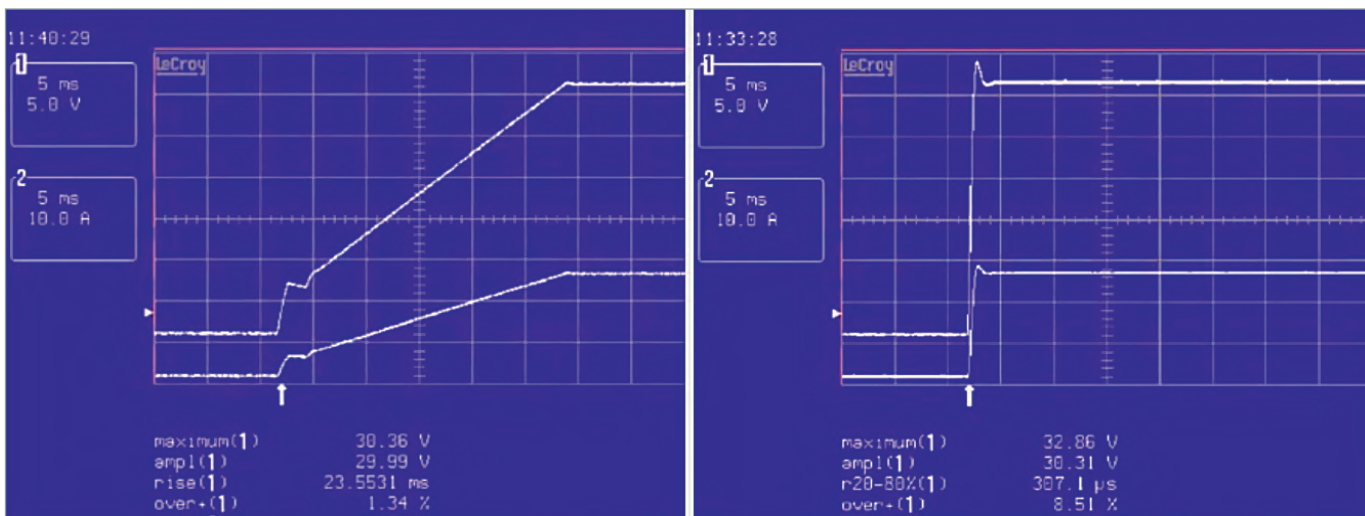

Рис. 19. Иллюстрация действия опции High Speed: слева – опция отключена, справа – включена
дачей которой является обнаружение обратного потока энергии и включение электронной нагрузки. Этот же опциональный ZH-модуль может быть использован и для достижения крутого фронта по выходному напряжению на холостом ходу источника. Модуль способен принимать и рассеивать пиковую мощность до 2400 Вт. Если требуется и крутой фронт по нарастанию напряжения на выходе источника, то в некоторых моделях предусмотрена функция High Speed (высокое быстродействие). Функция реализуется также в виде опции (HS) и позволяет за счёт оптимизации ёмкости выходных цепей на порядок снизить время нарастания напряжения на выходе, добиваясь (в комбинации с внешней электронной нагрузкой) нарастания от нуля до 100% менее чем за 1 миллисекунду. При этом надо помнить, что снижение ёмкости выходных цепей источника неминуемо ведёт к повышению уровня пульсаций напряжения на выходе. На рис. 19 приведены сравнительные осциллограммы источников без опции High Speed (слева) и с этой опцией (справа).